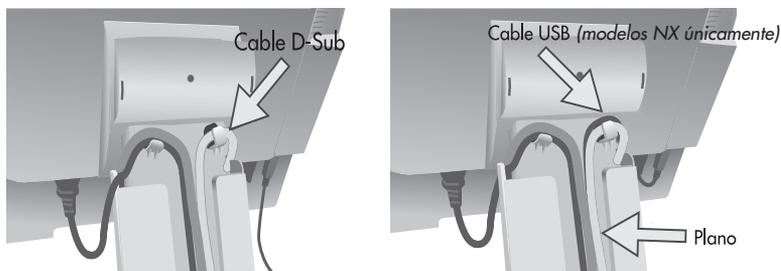

Figura 8
9. Sujete firmemente todos los cables y coloque la cubierta para cables sobre la base (Figura 8). Para quitar la cubierta para cables, levante la cubierta según se muestra en la Figura 9.